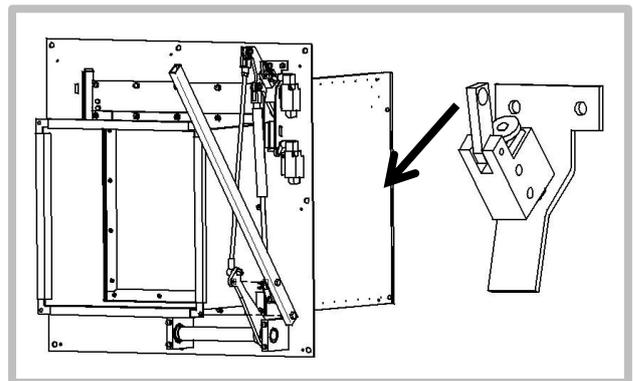

Abbildung 53
- Ansetzen des Öffnungshebels rechts unten am Stellhebel (Abb. 53). Zur Sicherung gegen unbeabsichtigtes Lösen des Öffnungshebels wird eine Mutter M8 auf die Schraube des Öffnungshebels aufgeschraubt.
- Lösen des Federriegels (Abb. 53) in Pfeilrichtung.